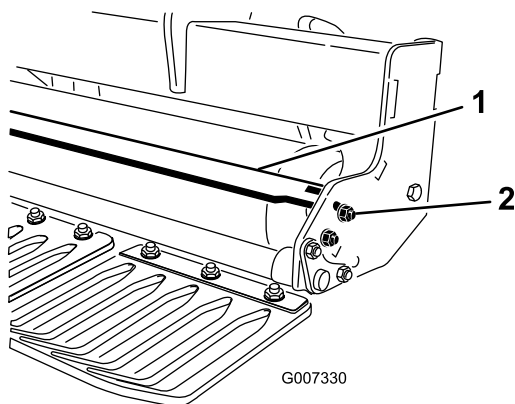

Figure 16
1. Desserrez les fixations qui maintiennent chaque extrémité du racloir sur à la patte du racloir (Figure 16).